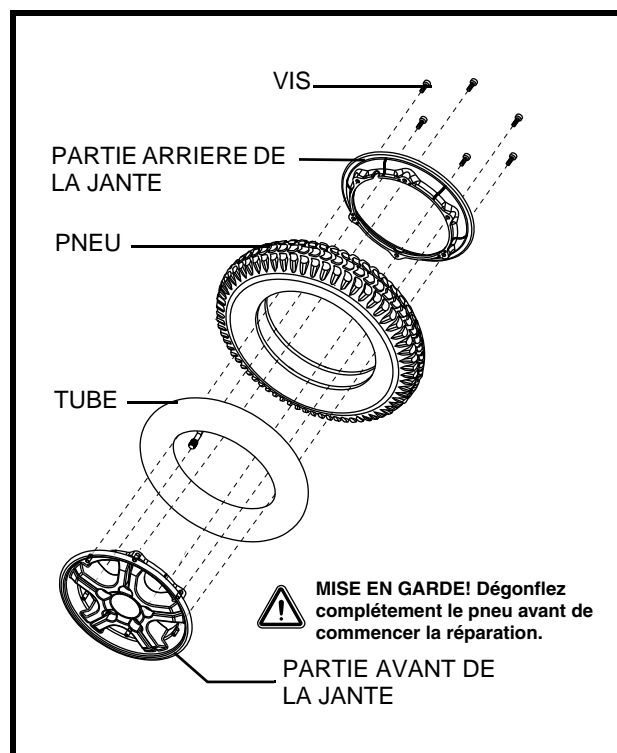

Figure 21. Roue motrice démontée
6. Retirez les écrous et rondelles afin de séparer les moitiés de jante. **Voir la figure 21.**
8. Revissez les deux sections de jante ensemble sur le pneu. **Voir la figure 21.**